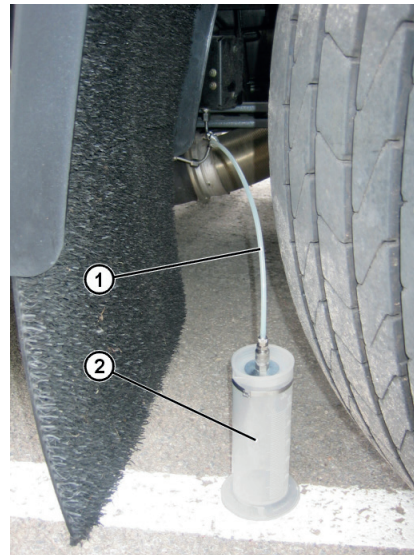

Abb. 6: Dosiermengenmessung
5. Messbehälter (Abb. 6, Pos. 2) an die Prüfdruckleitung (Abb. 6, Pos. 1) anschließen.